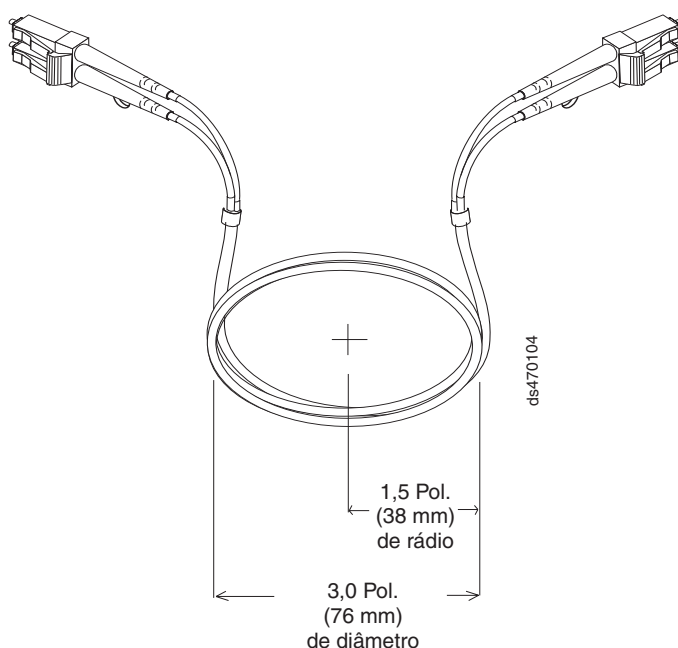

Figura 25. Especificações de curvatura e looping para cabos de fibra óptica
- Ao armazenar cabos de fibra óptica em excesso ou não usados, não dobre os cabos em um diâmetro menor que 76 mm (3 pol.) ou em um raio menor que 38 mm (1,5 pol.) ou enrole-os ao redor deles mesmos. Consulte a Figura 25 na página 54.